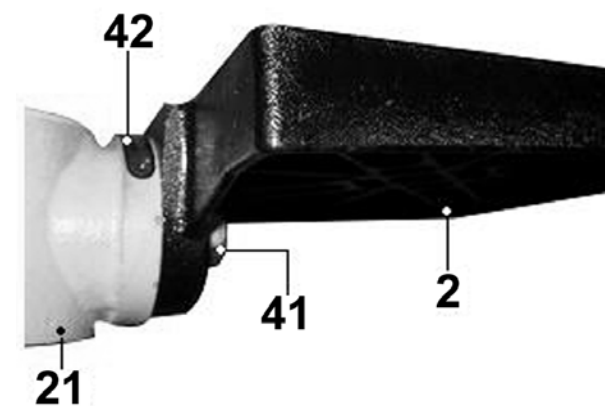

Рис.10.
10.9. Для установки угла поворота плоскости рабочего стола (2) относительно шпинделя ослабьте болт (41) и, ориентируясь по шкале (42), расположенной на разрезной муфте (21), измените угол наклона рабочего стола (2). Затем зафиксируйте полученное положение, затянув болт (41), Рис.10.